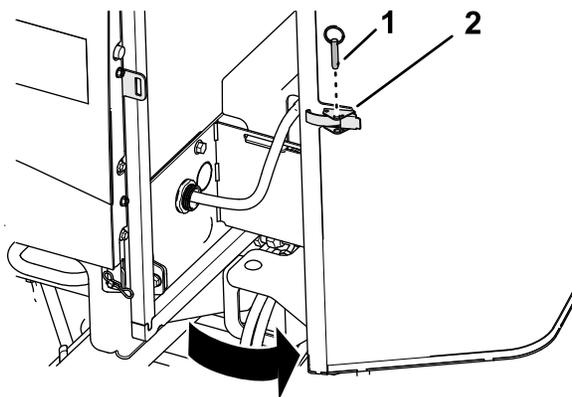

Рисунок 102
1. Извлеките штифт с кольцом из защелки решетки (Рисунок 102).